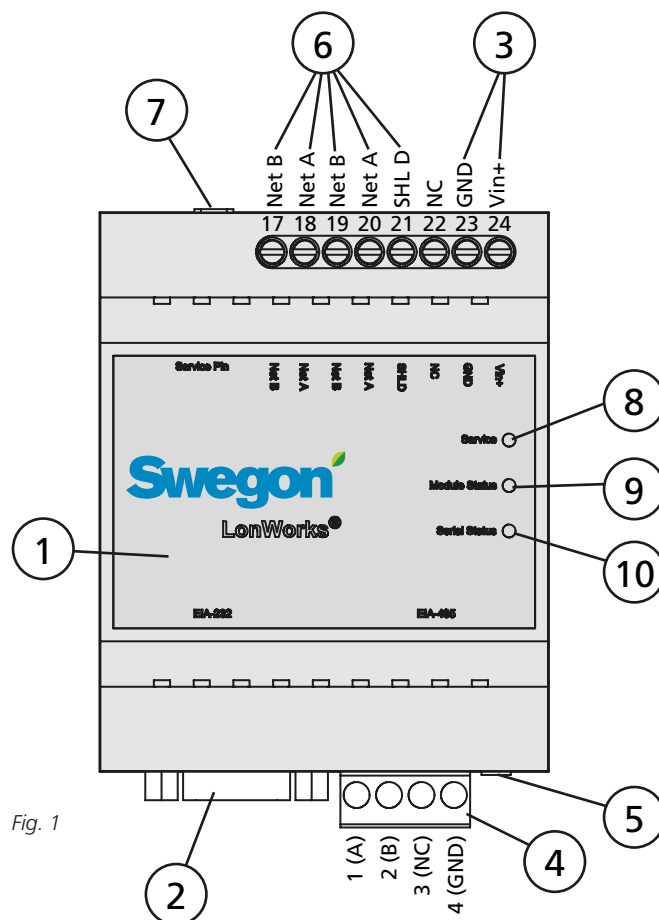
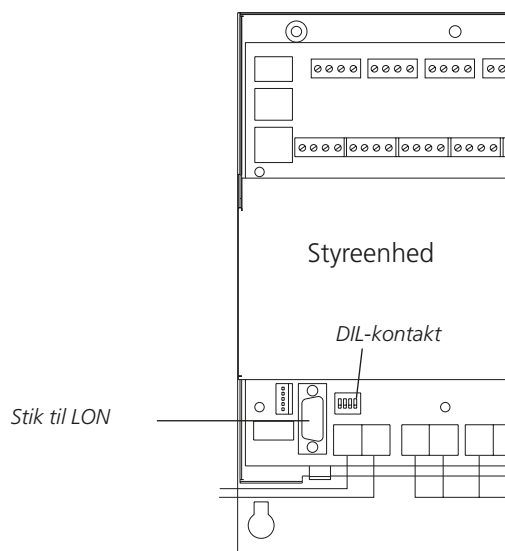
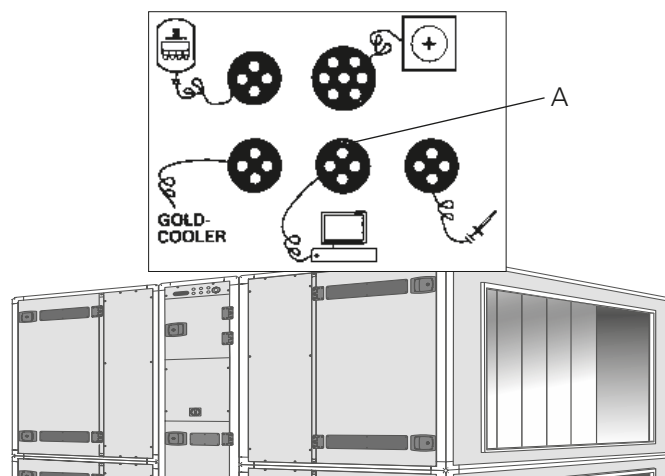

Fig. 1
Fig. 7
Fig. 8
DIL-kontakten skal være i position ON (se fig. 1, punkt 5).
DIL-kontakten skal stå i position ON (se fig. 1, punkt 5).
Tilslut netværk fra kommunikationsenheden GOLDen GATE (punkt 2 i fig. 1) til styreenheden GOLD (stik til LON i fig. 7). Brug det medfølgende datakommunikationskabel.
DIL-kontakt 4 på GOLD-aggregatets styreenhed skal stå i positionen ON, og DIL-kontakt 3 skal stå i positionen OFF (se fig. 7).
Tilslut forsyningsspændingen 24 VAC til klemmerne Vin+ (24) og GND (23). Forsyningsspændingen kan hentes fra aggregatets styreenhed, se nedenfor og fig. 8.
Tilslut netværk fra kommunikationsenheden GOLDen GATE til styreenheden GOLD. Brug det medfølgende datakommunikationskabel. Kommunikationskablet har en 4-polet rund hurtigkobling og en 9-polet D-sub-tilslutning. Foretag tilslutning mellem tilslutning A i fig. 8 og punkt 2 i fig. 1.